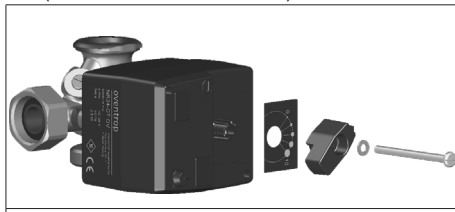

Abb. 5: Drehgriff montieren
6. Montieren Sie die Drehrichtungsanzeige, den Drehgriff, die Fächerscheibe und die Schraube (Positionen 4, 5, 6 und 7 Abb. 1 auf Seite 7) (siehe Abb. 5 auf Seite 10).